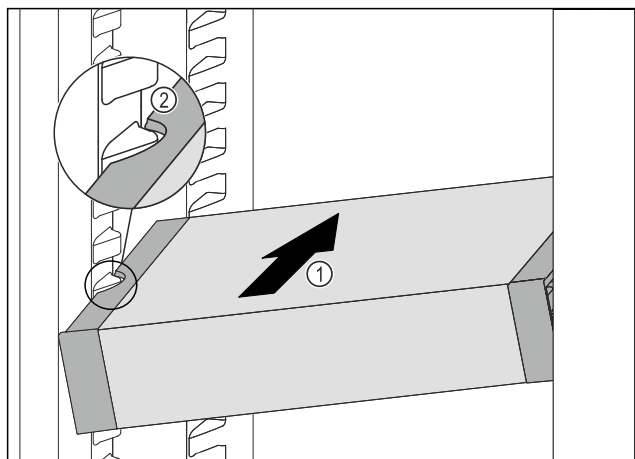

Fig. 82
- ▶ Introduzca el VarioSafe en posición oblicua en el compartimiento del frigorífico Fig. 82 (1) hasta que los huecos laterales Fig. 82 (2) del VarioSafe se encuentren a la altura de la nervadura del recipiente en el compartimento frigorífico.